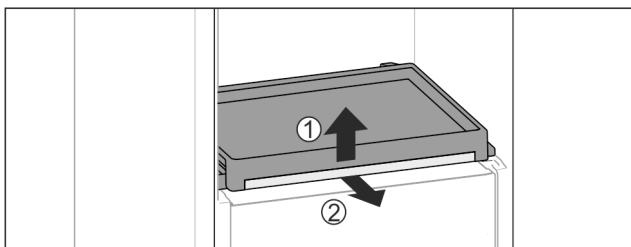

Fig. 111
- ▶ Auszugsbord mit Glasplatte entnehmen: Glasplatte vorne leicht anheben *Fig. 111 (1)* und nach vorne herausziehen *Fig. 111 (2)*.